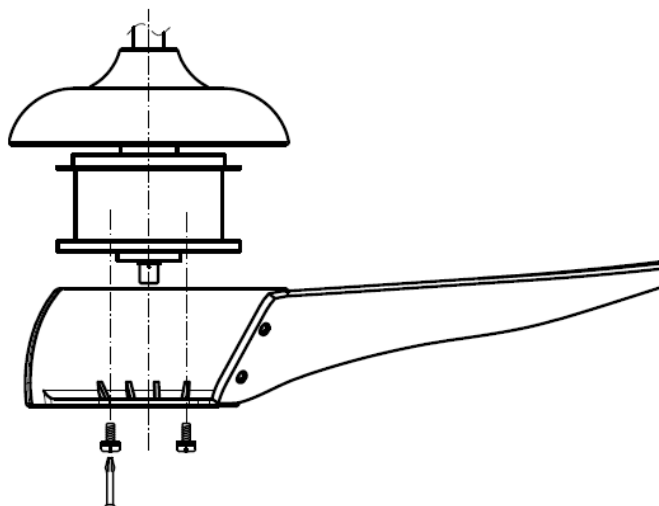

Fig. 8
- Installare il gruppo pale sul motore serrando le 2 viti per motore. Fig.8